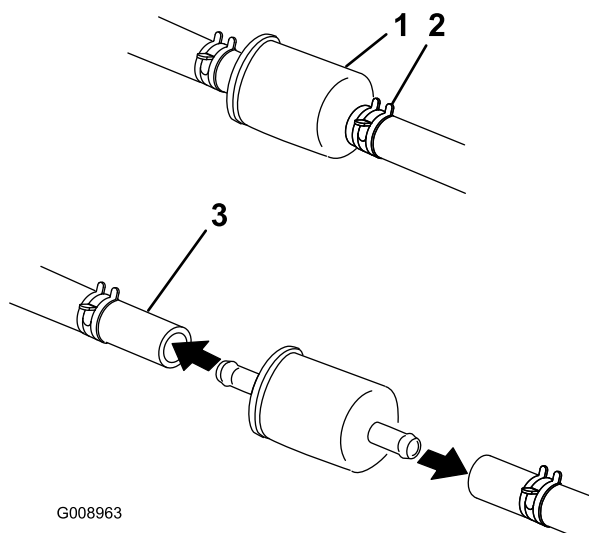

Figure 41
4. Pincez les extrémités des colliers et faites glisser ceux-ci pour les éloigner du filtre (Figure 41).